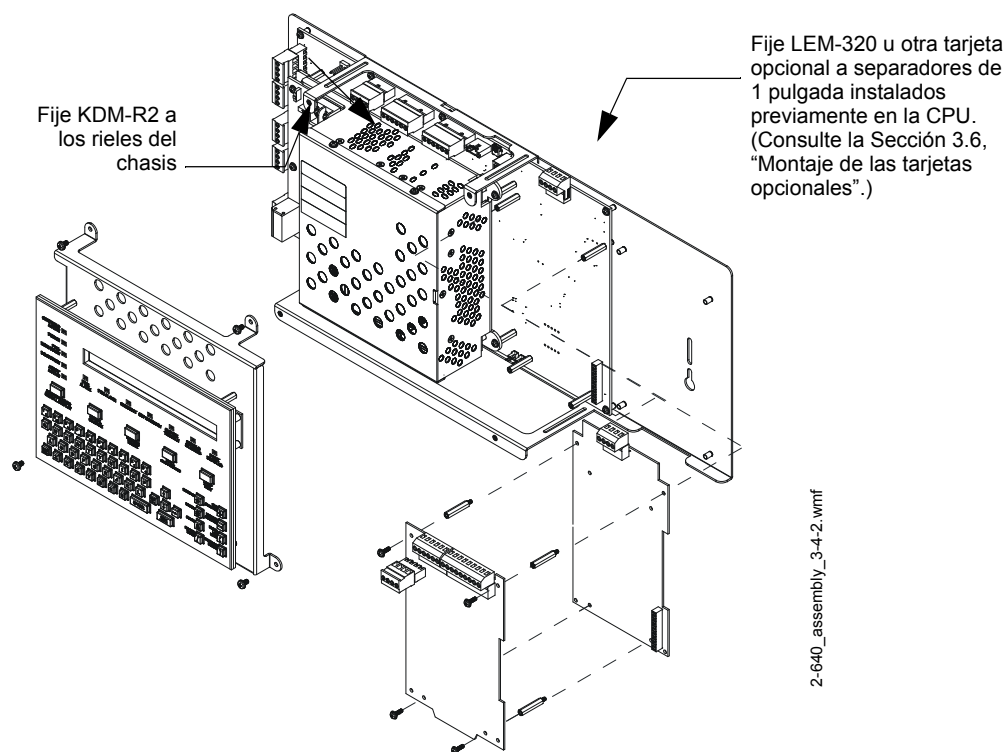
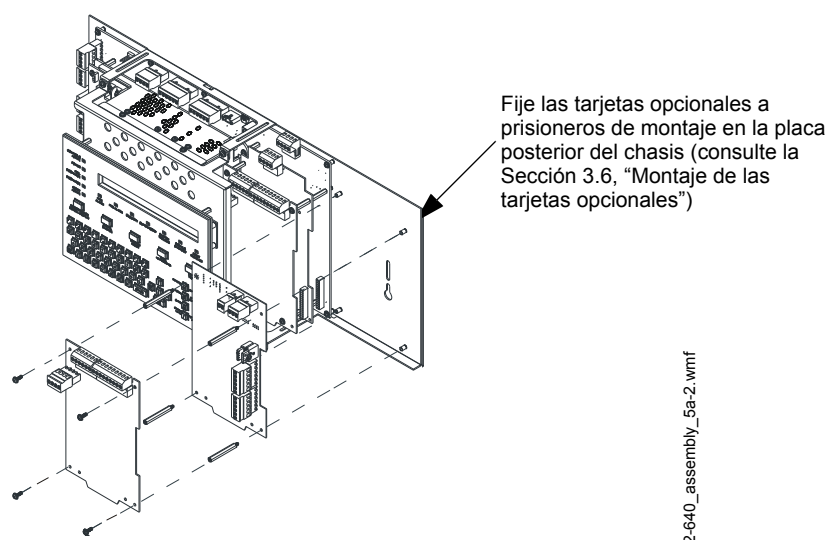

Figura 3.6 Colocación de tarjetas opcionales detrás de KDM-R2
Figura 3.7 Colocación de tarjetas opcionales a la derecha de la CPU
- Alinee el teclado con los orificios de montaje como se muestra en la Figura 3.6 y fíjelo con tornillos.
Monte tarjetas opcionales en las ranuras 3 y 4 del chasis de NFS2-640/E. (Consulte la Figura 3.2, Figura 3.6 y Figura 3.7.) Consulte las longitudes de los separadores en la Tabla 3.2.